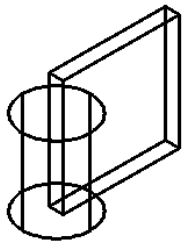

图 9-67 圆柱体和长方体
(1) 打开随书光盘中“CH9”文件夹中的“BD_并集运算.dwg”文件。在该文件中存在着两个实体模型，即圆柱体和长方体，如图 9-67 所示。
(2) 选择“修改”→“实体编辑”→“并集”菜单命令，或者单击“并集”按钮，接着根据命令行的提示执行操作：